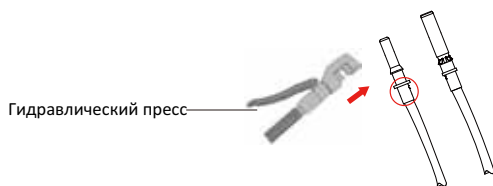

Рис. 3.4. Обжим контакта на проводе
b) Обожмите металлический контакт обжимником, как на рис. 3.4.